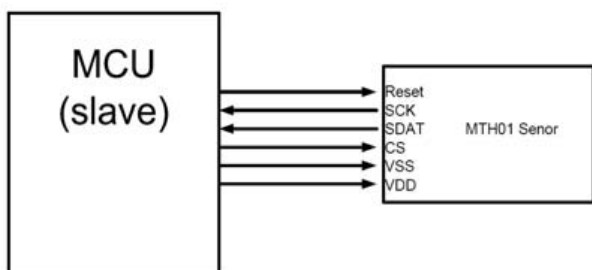

图1 典型应用
- 3) 如果相同：bit0='0'，移位CRC寄存器；bit0='1'，移位CRC寄存器并对bit4和bit5取反，（见图1）